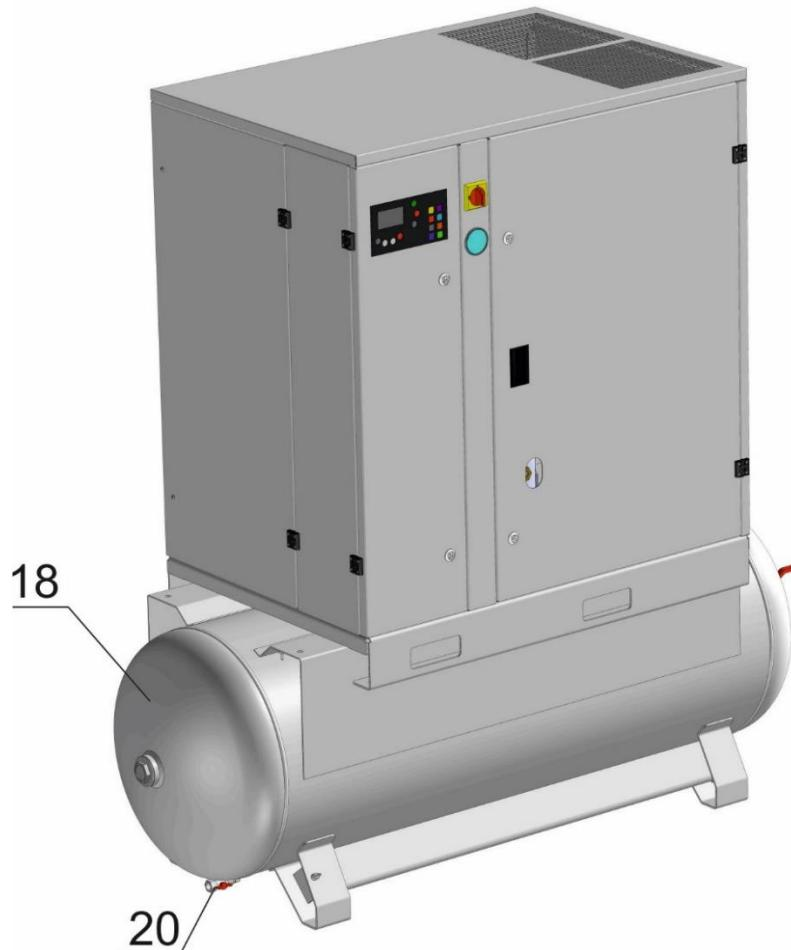

Рисунок 2 – Общий вид компрессорных установок ВК25Т-...-500(ВС), 30Т-...-500(ВС)
**18 – Ресивер воздушный** (см. рисунок 2 или 3) предназначен для сбора сжатого воздуха, устранения пульсации давления, предварительного отделения конденсата и масла. Ресивер одновременно является корпусом, на котором смонтированы агрегаты компрессорной установки.
**20 – Конденсатоотводчик** (см. рисунок 2 или 3) предназначен для удаления скопившихся в ресивере конденсата и масла.